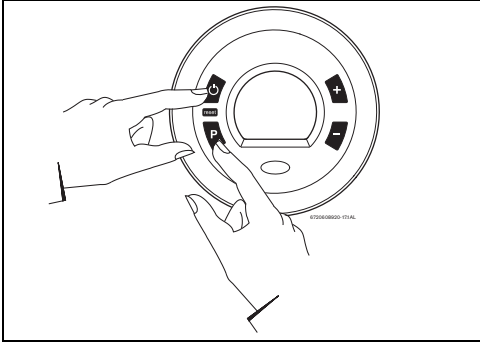

Fig. 45 Modo de ajuste del gas
- ▶ Mantener pulsada la tecla de programación y pulsar el interruptor principal ON/OFF para conectar el aparato (Fig.45).